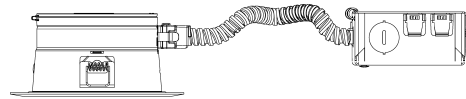

Figure 2
**Contenu nécessaire pour faire un montage complet:** Module de garniture et montage (Fig 2).